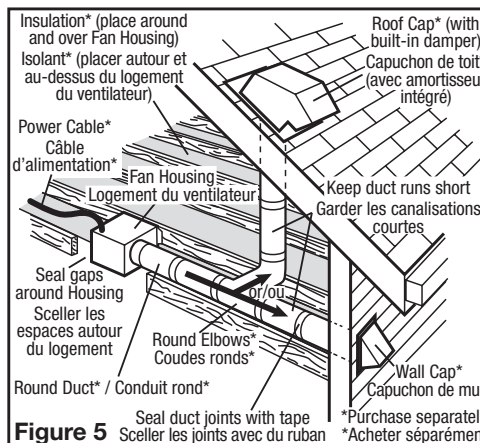

Figure 5
2. Ensure duct joints and exterior penetrations are sealed with caulk or other similar material to create an air-tight path to minimize building heat loss or gain and to reduce the potential for condensation. Place/wrap insulation around duct and/or fan in order to minimize possible condensation buildup within the duct, as well as building heat loss or gain (Figure 5).
2. Assurez-vous que les joints des conduits et les pénétrations extérieures sont scellés avec du mastic ou tout autre matériau similaire pour créer un passage d'air étanche afin de minimiser la perte ou le gain de chaleur et réduire le risque de condensation. Placez / enveloppez l'isolant autour du conduit et / ou ventilateur afin de minimiser la possibilité d'accumulation de condensation à l'intérieur du conduit, ainsi que la perte ou le gain de chaleur (Figure 5).